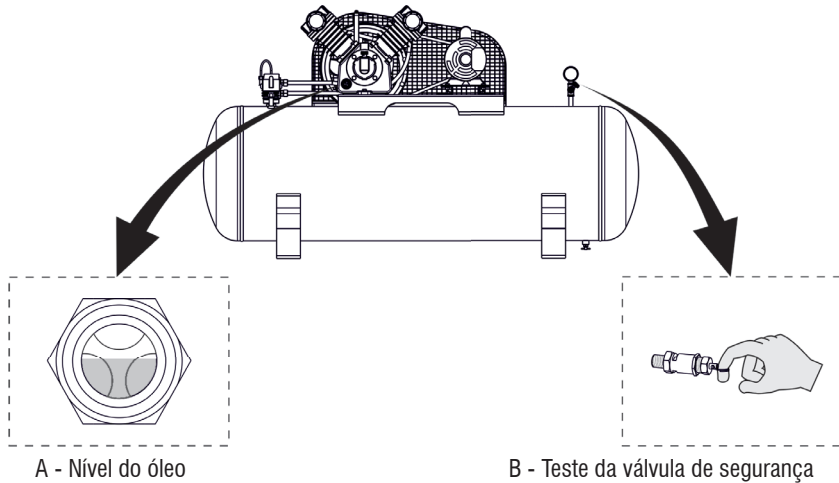

Fig. 7 – Procedimento de partida
1. Verifique o nível de óleo, que deverá estar no centro do visor de nível (Fig 7 - A).
6. Verifique o funcionamento da válvula de segurança (Fig 7 - B).